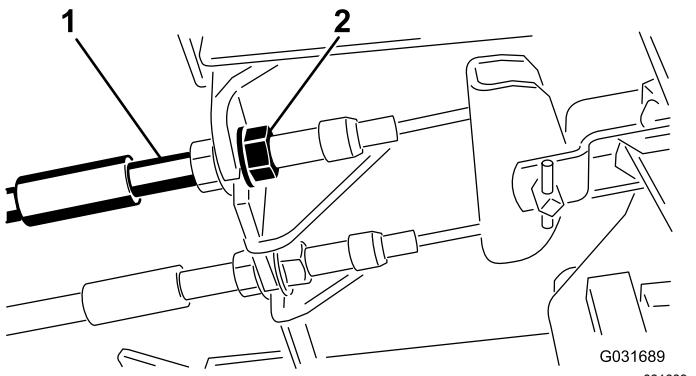

Figura 52
1. Para reduzir a folga dos pedais dos travões, aperte os travões desapertando a porca dianteira que se encontra na extremidade rosada do cabo dos travões (Figura 52).